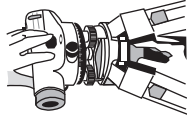

Рис. 3
- (3) Установите инструмент на головке штатива В и закрутите становой винт (рис. 3).